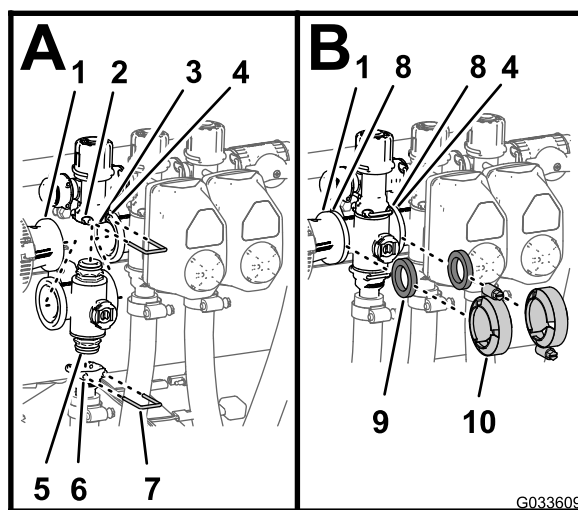

Figura 131
2. Fissate il raccordo del tappo terminale al raccordo di bypass inserendo un fermo nella presa del raccordo di bypass (Figura 131 A).
3. Montate il raccordo di uscita sul raccordo del tappo terminale inferiore della valvola del collettore (Figura 131 A).
1. Inserite il raccordo del tappo terminale superiore della valvola del collettore nel raccordo di bypass (Figura 131 A).